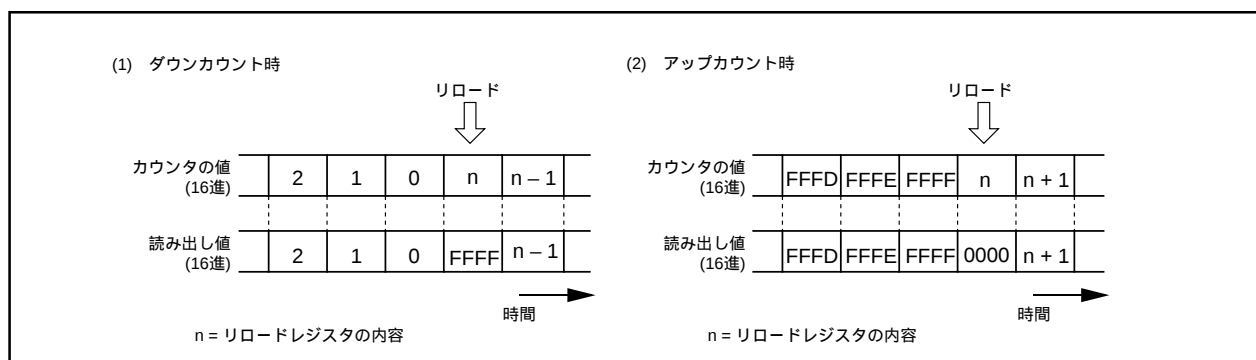

図2.2.29. タイマAiレジスタの読み出し
- 内 容 (1) リセット解除後、**カウント開始フラグ**は“0”です。**タイマAiレジスタ**に値を設定した後、“1”にしてください。
- (2) カウント中のカウンタの値は、タイマAiレジスタを読み出すことによって任意のタイミングで読み出すことができます。ただし、図2.2.29に示すリロードタイミングで読み出した場合、アンダフロー時はFFFF₁₆が、オーバフロー時は0000₁₆が読み出されます。カウント停止中にタイマAiレジスタに値を設定した後、カウンタがカウントを開始するまでの期間に読み出しを行った場合、設定値が読み出されます。